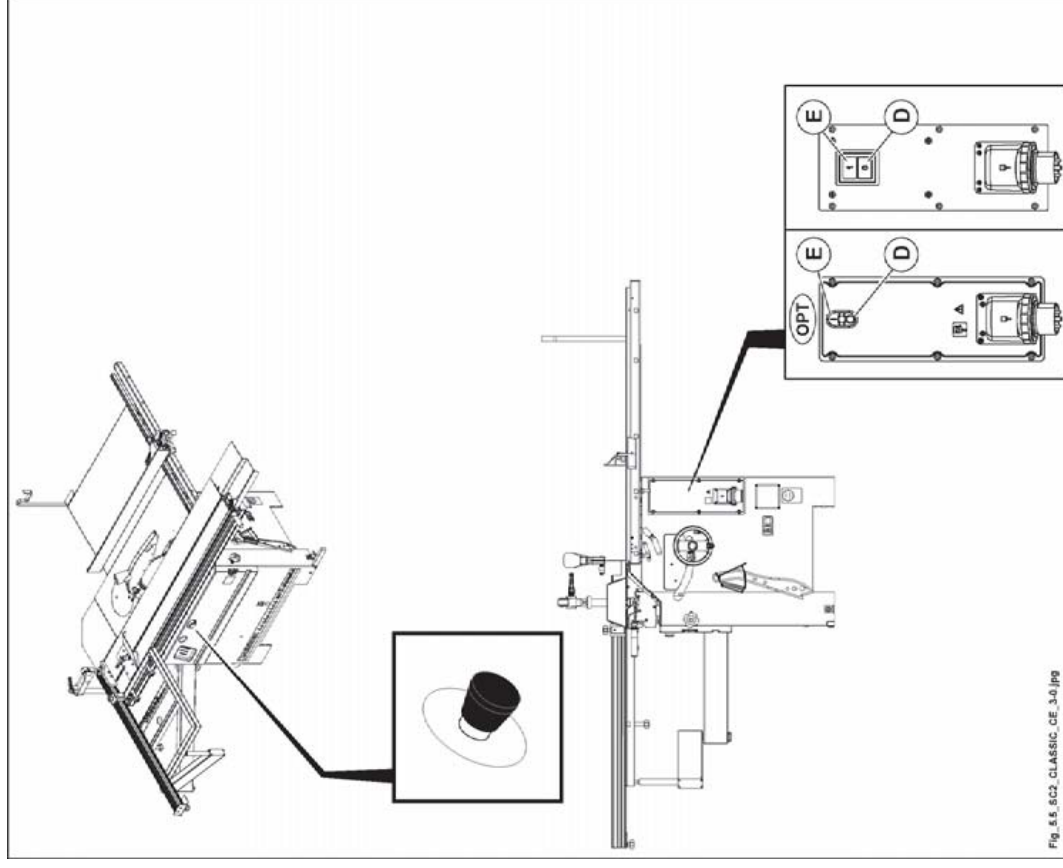

Abb. 5.5
- 1) Taste (E Abb. 5.5) drücken.
- 1) Die Taste (D Abb. 5.5) drücken.